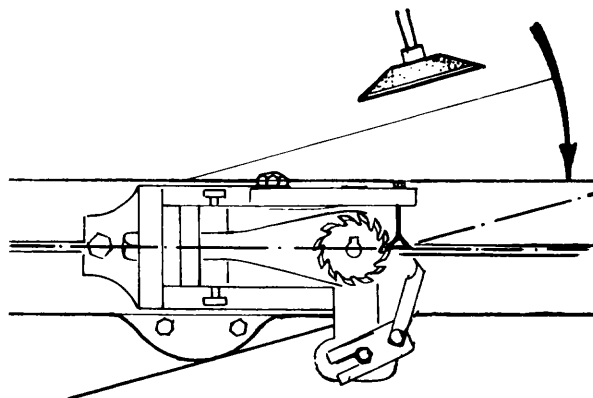

Fig. 2
1. En caso de herramientas con oblicuidad de la superficie de ataque (perfil inclinado), incline la mesa de trabajo en el ángulo determinado, quedando así la superficie de ataque paralela con la cara de la muela (fig. 2).